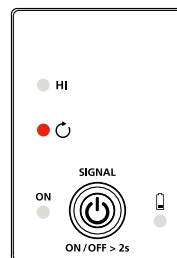

Figure 4.12b : Indicateur du transmetteur affichant le signal en mode Boucle
2. Appuyez brièvement sur le bouton ON/OFF pour sélectionner le mode Boucle sur le transmetteur (La LED rouge BOUCLE est ALLUMÉE). Le mode pince génère un signal amplifié de 6 kHz afin de procurer des résultats de traçage supérieurs. La LED du transmetteur doit apparaître comme dans la figure 4.12b.